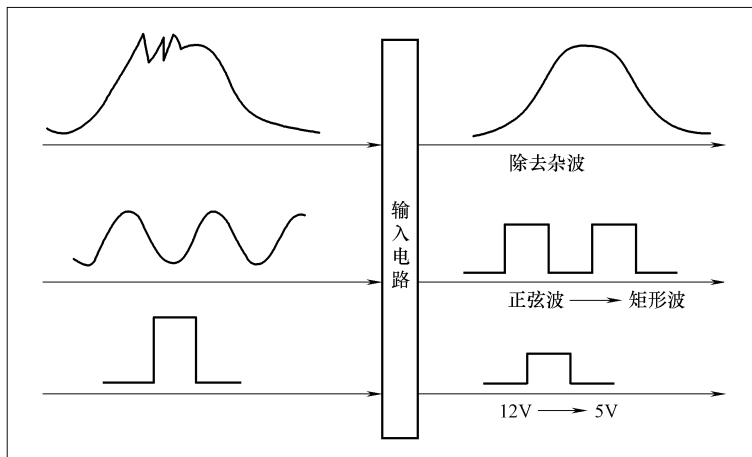

图 4-26 输入回路作用示意图
1) 输入回路。输入回路作用示意图如图 4-26 所示。
① 针对模拟信号。输入回路需要先滤除杂波，再通过 A/D（模拟/数字）转换器将连续变化的模拟量转换成数字量之后才能输入微处理器。
② 针对数字信号。输入回路需要通过输入回路的数字缓冲器进行限幅、整形和分频（如将曲轴位置传感器信号分频为 1° 信号等）处理后，才能传输到微处理器进行运算处理。